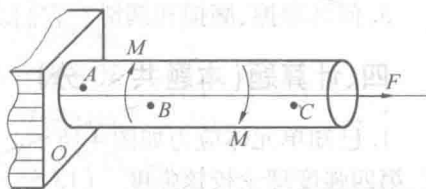

图3
4. 某轴的受力状态如图3所示,则对其外表面上A、B、C三点应力状态的描述正确的是_____。